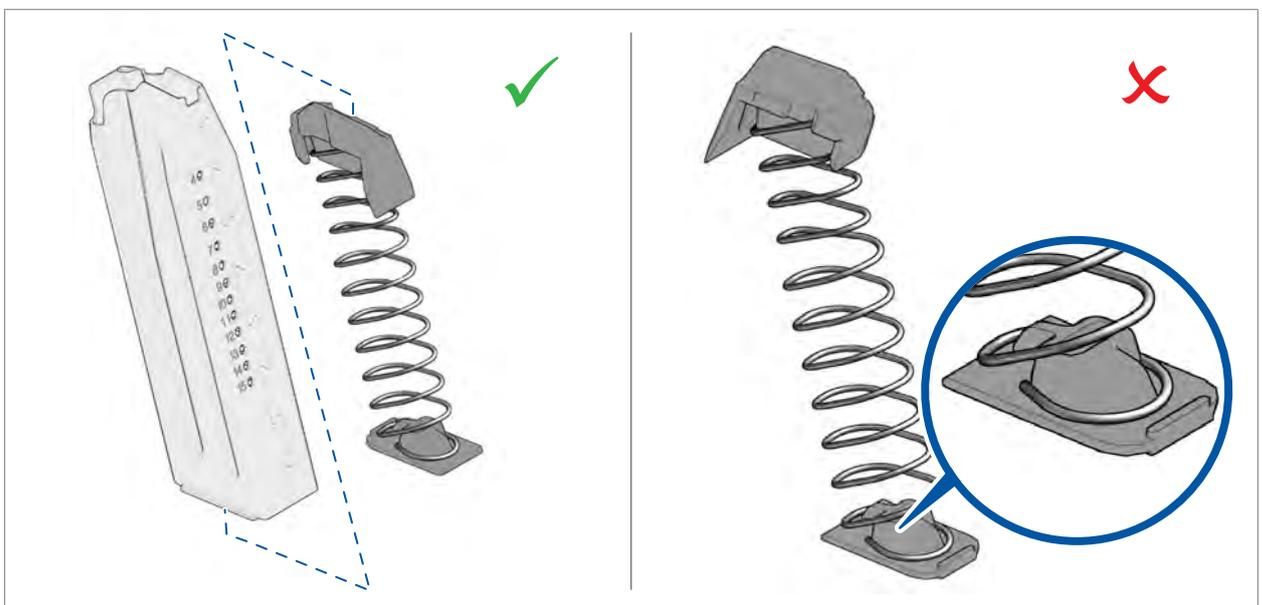

Abb. 70: Montageposition der Einzelteile
1. Zubringer auf Magazinfeder setzen. Montageposition beachten (Abb. 70).
2. Magazinfeder auf Bodenhalter setzen. Montageposition beachten (Abb. 70).